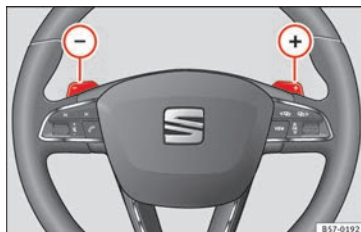

Fig. 200 Volante: leve per il cambio automatico.
- Premere la leva a bilanciere del cambio (+) per inserire una marcia superiore »» **fig. 200**.